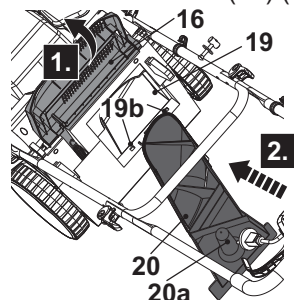

Fig. 14
1. Abra el protector del deflector (16), mantenga el mango (20a) en posición e introduzca el accesorio de trituración (20) en el conducto de descarga trasero (19) (Fig. 14). Asegúrese de que las espigas (20b) encajan en las ranuras del conducto de descarga trasero (19b).